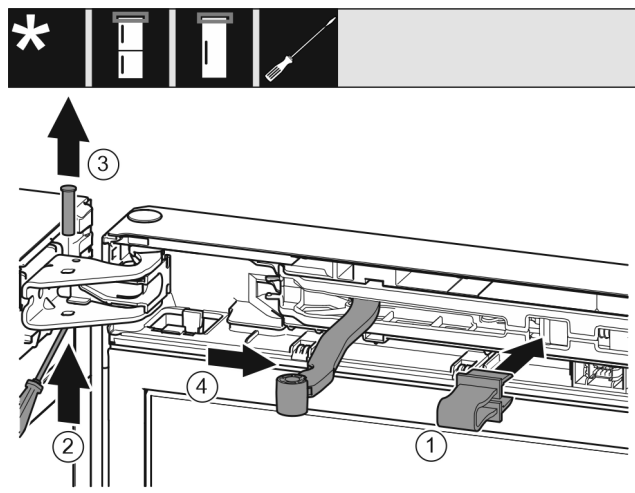

Fig. 11
- ▶ Sicherung Fig. 11 (1) in Öffnung einrasten.
- ▶ Bolzen Fig. 11 (2) herauschieben.
- ▶ Bolzen Fig. 11 (3) nach oben herausnehmen.
- ▶ Gelenk Fig. 11 (4) in Richtung Tür drehen.